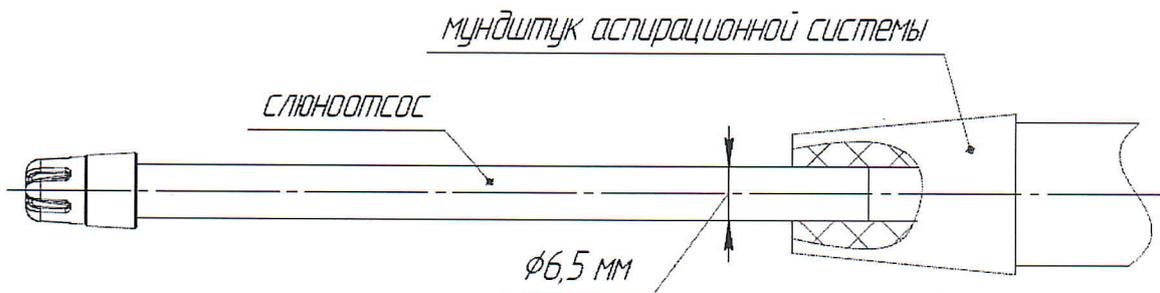

Рисунок 2 – схема подключения слюноотсоса к аспирационной системе
2. Присоединить слюноотсос стороной без наконечника к мундштуку аспирационной системы стоматологической установки (рисунок 2).